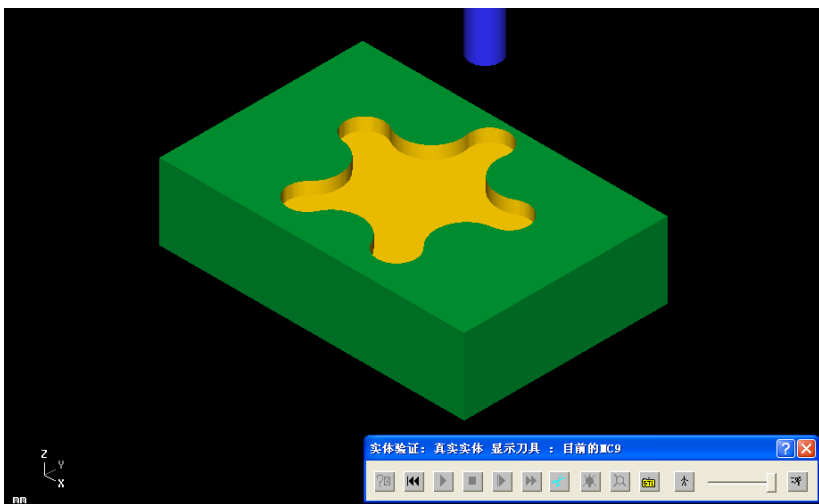

图 1-32 挖槽加工实体切削验证
8) 实体切削验证如图 1-32 所示。将本例保存为“挖槽.mc9”文件。